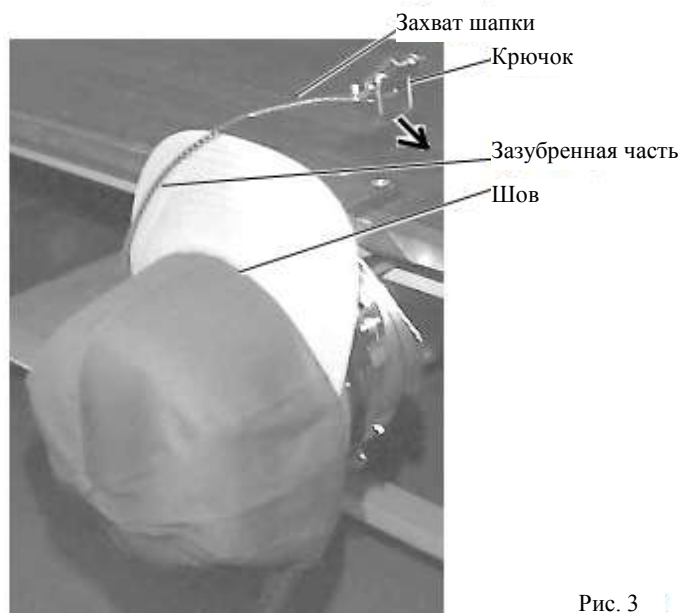

Рис. 3
3. Отрегулируйте верхнюю и нижнюю позицию крючка согласно толщине шапки, чтобы настроить натяжение зажима. В этот момент, крючок должен открываться и закрываться легко. (Если нужно выполнить регулирование, перейдите к процедуре 5 ниже). Для регулирования, используйте барашковые гайки (Рис. 3).
Если захват для шапок слишком плотно фиксирует шапку, чувствуется натяжение и захват слишком сильно входит в материал (Рис. 3).